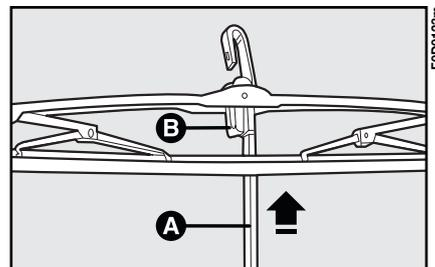

fig. 18
1) Soulever le bras **A-fig. 18** de l'essuie-glace et placer le balai de manière qu'il forme un angle de 90° par rapport au bras.